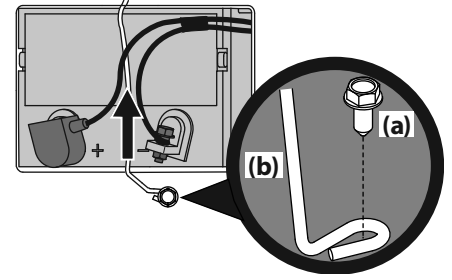

Figura 13
1. Extraiga el tornillo de cabeza hexagonal con arandela (a) que sujeta el soporte de sujeción de la batería al marco (b). Luego levante el soporte de sujeción (b) de la batería para liberar la batería. Consulte la Figura 13.